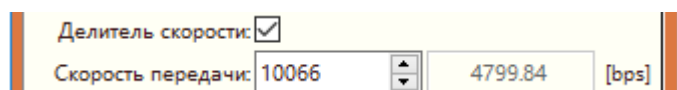

Рисунок 31 – Настройки скорости передачи данных в окне «RF-настройки» Милур IC U-Z и модулей RF
- Выполнить настройку скорости передачи данных с помощью галочки «Делитель скорости» и поля ввода «Скорость передачи» (рисунок 31)
- Выполнить настройку несущей частоты с помощью полей «Удвоение частоты», «Диапазон частоты», «Несущая частота», «Смещение частоты» (рис. 31).